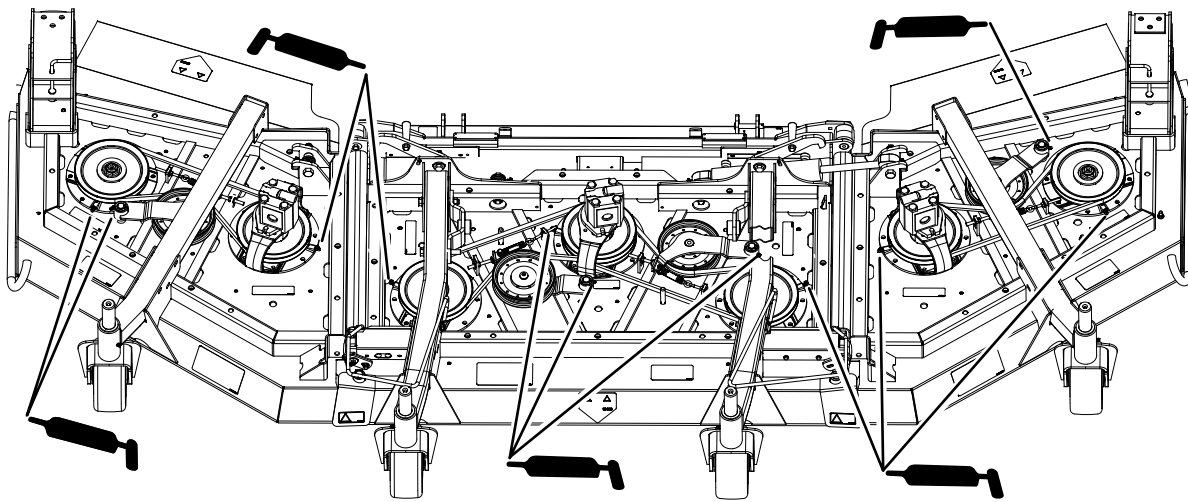

Figura 83
- Cojinetes de eje (3) (situados debajo de la polea) (Figura 83).
- Casquillos del pivote del brazo tensor (2) (Figura 83)